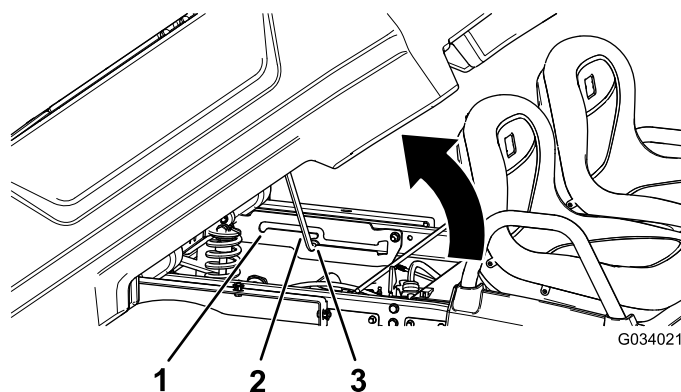

Figura 17
2. Trageți tija de susinere în fanta de declanșare a poziției de descărcare pentru a fixa platforma pentru descărcare (Figura 17).
2. Trageți tija de susținere în fanta de declanșare a poziției de service pentru a fixa platforma pentru lucrări de întreținere (Figura 17).
2. Scoateți tija de susținere din fanta de declanșare (Figura 17).